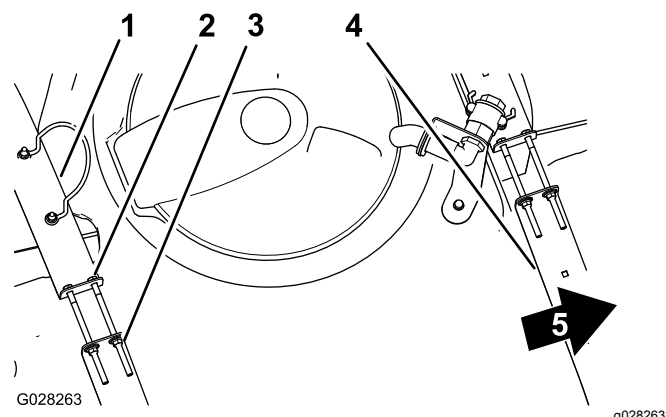

Figura 21
2. Verificate l'eventuale presenza di movimento tra le fasce del serbatoio e il serbatoio stesso (Figura 21).
3. Se le fasce risultano lente sul serbatoio, stringete i dadi di bloccaggio flangiati e i bulloni sulla parte superiore delle fasce fino a quando queste non sono pari alla superficie del serbatoio (Figura 21).